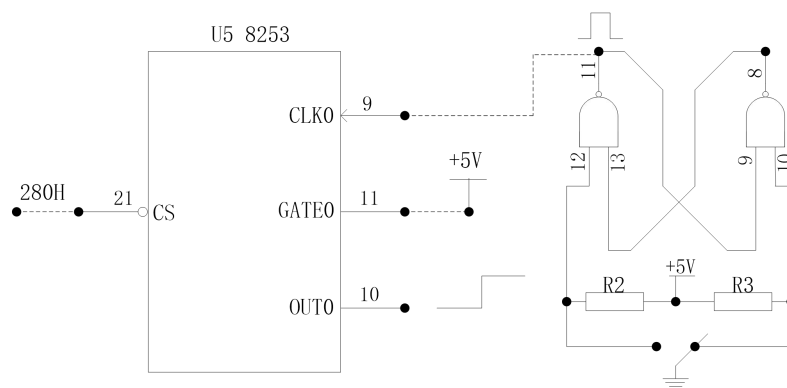

图 1 8253 实验 1 电路图
1. 按图1虚线连接电路，将计数器0设置为方式0，计数器初值为N( $N \leq 0FH$ )，用手动逐个输入单脉冲，编程使计数值在屏幕上显示，并同时用逻辑笔观察OUT0电平变化(当输入N+1个脉冲后OUT0变高电平)。